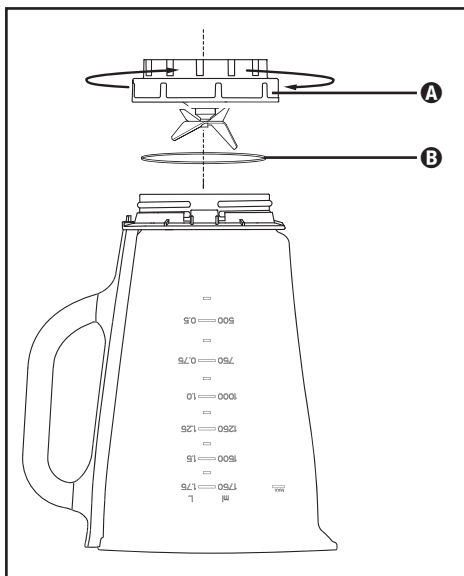

Bild 3
- 2) Vänd på produkten och vrid tillsatsen A motsols tills den lossnar från mixerbehållaren ❸ (se bild 3).